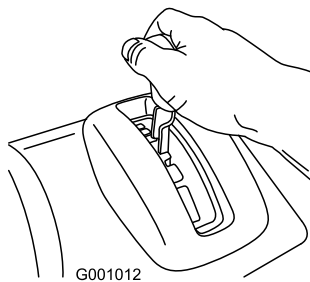

Figura 11
1. Coloque el selector de velocidades en la posición deseada de avance, asegurándose de que se bloquea en la muesca (Figura 11).